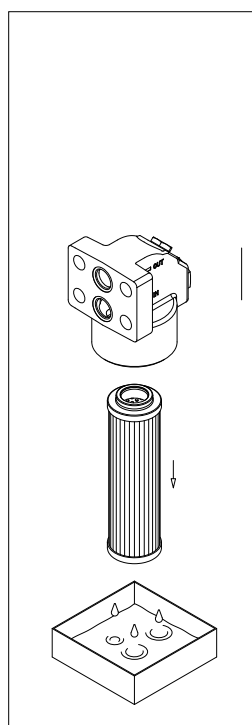

fig. 22
- (Fig. 22) Estrarre l'elemento filtrante. Rimuovere tutte le guarnizioni dal contenitore e dall'elemento filtrante e predisporre i ricambi, facendo riferimento alle parti di ricambio al paragrafo 12